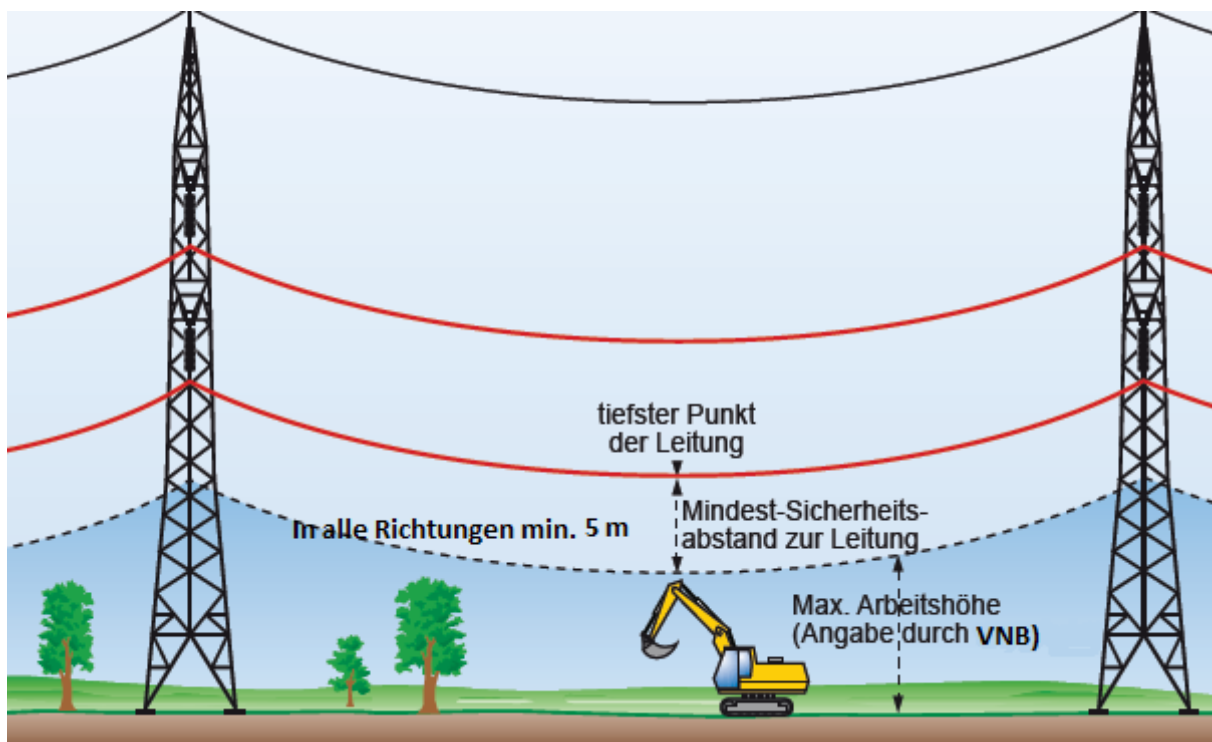

Abb. 6 Schutzabstände am Beispiel einer Freileitung mit einer Spannung von 110.000 Volt, mit und ohne Wind-einfluss (Ansicht quer zur Leitungsrichtung)
- über 110.000 Volt **Schutzabstand ≥ 5 m** nach allen Seiten (siehe *Abb. 6*),